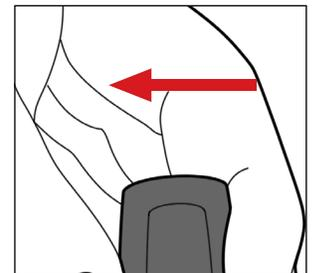

Fig. 18
6. Insira suavemente o IntegraBite e peça que o paciente morda suavemente. Remova o aplicador deslizando lateralmente e peça que o paciente continue mordendo até que a máscara fique rígida. (Fig. 18)